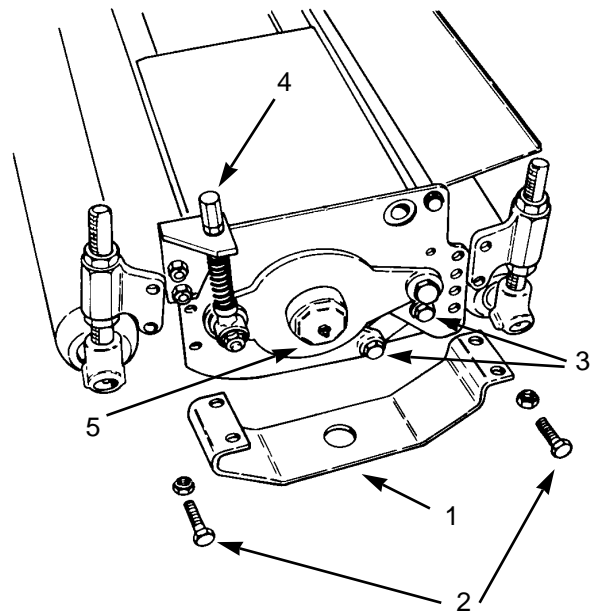

図 28
1. カッティングユニットの両側のガードと前後のローラ・アセンブリを取り外す (図28)。
11. ベアリング・ハウジングからベアリングとシールを取り出すには、ダスト・カップ（図28）を取り、ベアリングとシールを共にハウジングから押し出す。